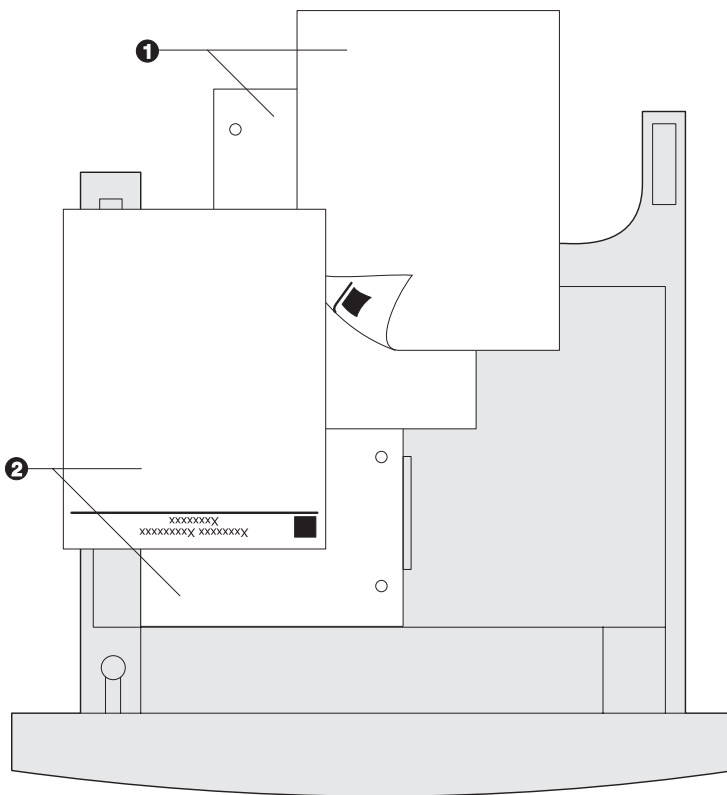

Figura 2.2 Orientamento della carta nei vassoi 1/2/3 (alimentazione lato corto)
- 5** Inserire la carta nel vassoio tra le guide (per l'orientamento, vedere la Figura 2.1 a pagina 2-12 e la Figura 2.2 a pagina 2-13).